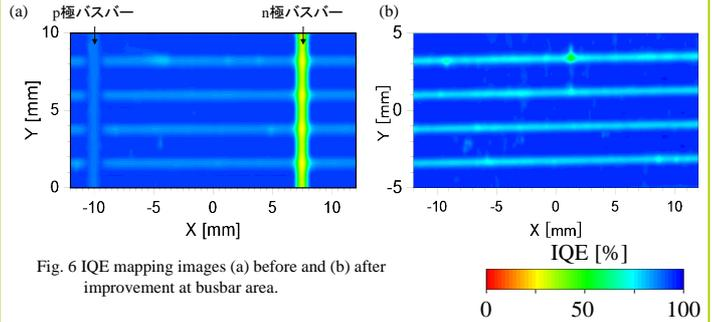
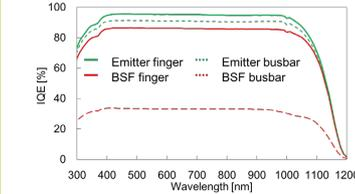

Fig. 6 IQE mapping images (a) before and (b) after improvement at busbar area.
Fig. 7 IQE spectrum at each position.
- ✓ 量子効率分布評価から、n極領域での特性低下を確認。(Fig. 6(a), Fig. 7) ⇒Electrical shading loss
- ✓ セル設計を変更し、Electrical shading lossの低減したセルの作製に成功。(Fig. 6(b)) ⇒現在のベストセル